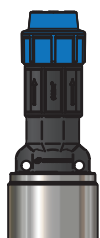

Рисунок 5
2. Установите обратный клапан на выходной штуцер насоса (рисунок 5). Обратный клапан (поставляется в комплекте) поддерживает давление в трубопроводе, препятствуя сливу воды в источник. Обратный клапан оснащен уплотнительным кольцом и не требует применения дополнительных уплотнительных материалов при установке.